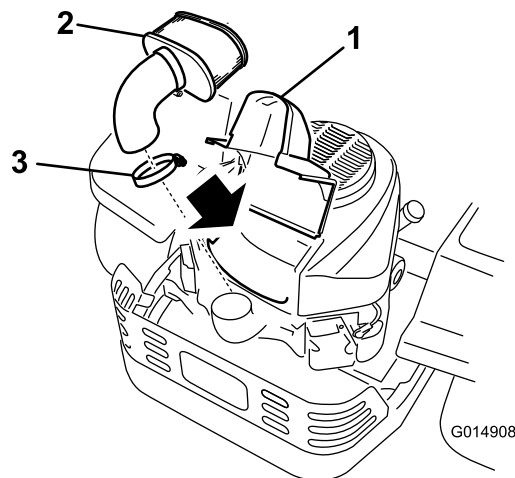

Figura 36
3. Para evitar qualquer dano, limpe à volta da cobertura do filtro de ar para impedir a entrada de impurezas para o interior do motor. Levante a cobertura e remova o dispositivo de abraçadeira de tubo que fixa a estrutura de filtro do ar ao motor (Figura 36).
4. Solte o dispositivo de abraçadeira de tubo e retire o elemento de papel (Figura 36).